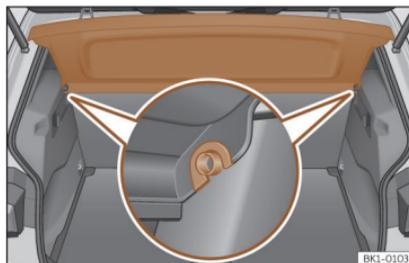

Fig. 135 En el maletero: desmontar y montar la bandeja.
- Desenganche la bandeja de los soportes laterales >>> fig. 135 tirando de ella hacia arriba y extraiga la bandeja.
- Introduzca la bandeja horizontalmente haciendo coincidir la "herradura" sobre el eje de los soportes >>> fig. 135, y presione hacia abajo hasta que encastre.